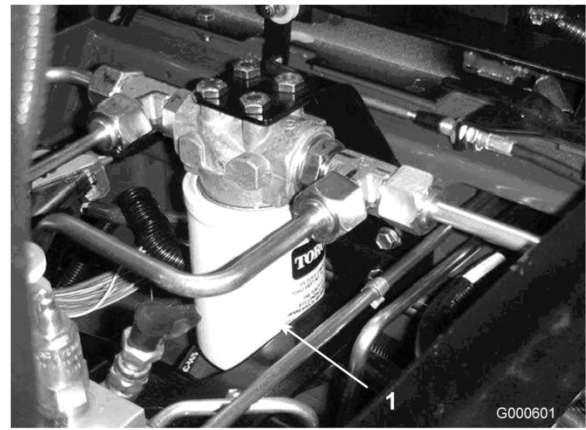

Figura 54
2. Limpie la zona de montaje del filtro. Coloque un recipiente debajo del filtro y retire el filtro (Figura 54 y Figura 55).